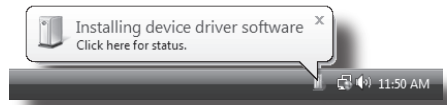

Figure 4
1. La première fois que vous reliez le StudioDock au port USB, Windows Vista installe les Drivers universels du port utilisé. Une bulle d'aide contextuelle s'affiche pour indiquer que le codec USB Audio a été trouvé (Figure 4).